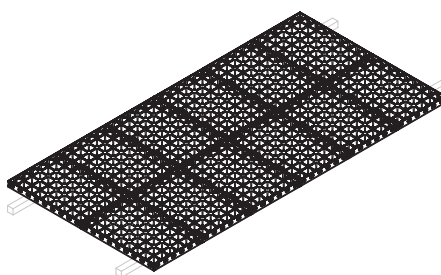

Fig. B1.14
4. Répéter l'étape 3 jusqu'à obtention de la hauteur d'élément désirée. (Fig. B1.14)